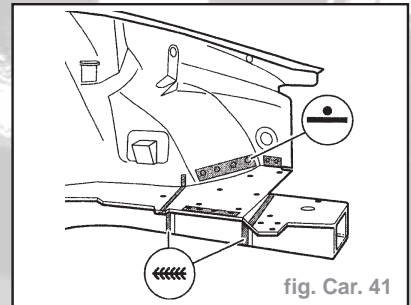

fig. Car. 41
- En fonction de l'étendue du dommage, effectuer la soudure en bord à bord de la zone d'accostage en cordon continu sous gaz de protection (fig. Car. 41)